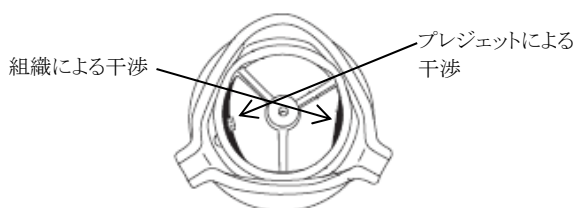

図6: 組織又はプレジエットによる干渉
- 弁開口部が周囲の組織又はプレジエットによる干渉を受けていないこと。(図6)。